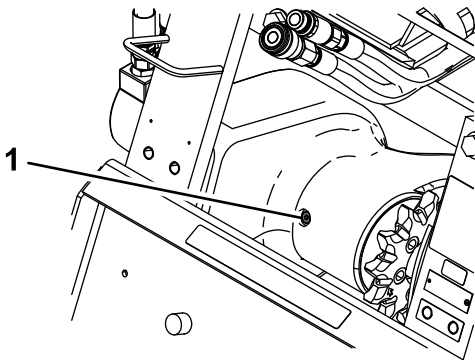

Figura 13
4. Curăai zona din jurul orificiului de umplere de pe carcasa rulmentului (Figura 13).
5. Îndepărtați bușonul de la orificiul de umplere (Figura 13).
3. Curăai zona din jurul orificiului de umplere de pe carcasa rulmentului (Figura 13).
4. Îndepărtați bușonul de la orificiul de umplere (Figura 13).